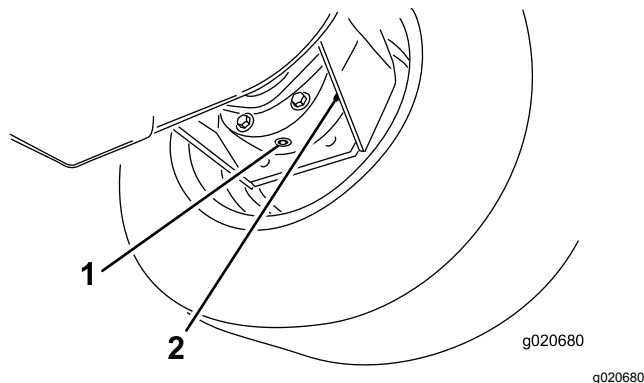

Figura 105
3. Coloque o recipiente de escoamento por baixo da estrutura do travão, retire o tampão e deixe o óleo escorrer para o recipiente (**Figura 105**).